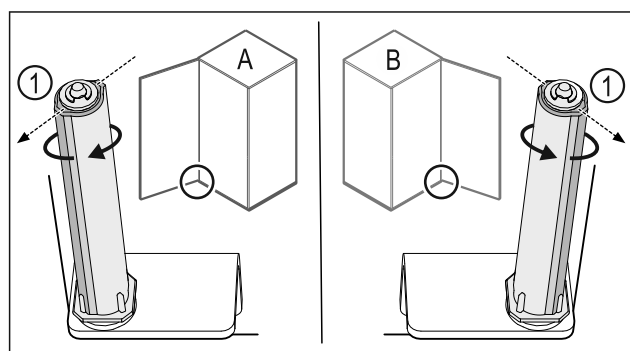

Fig. 55 Okretanje nalijevo (A) / okretanje nadesno (B)
- ▶ Okrećite sustav zatvaranja do kraja dok lamela sustava zatvaranja Fig. 55 (1) ne bude usmjerena prema van.